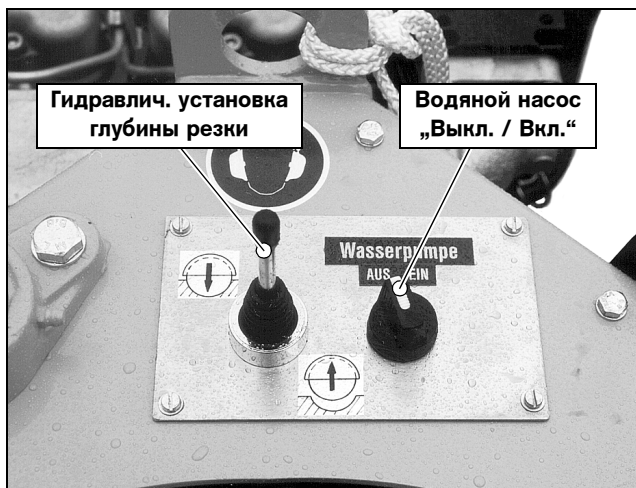

Рис. 4.6 Гидравлическая установка глубины резки и выключатель водяного насоса
- Гидравлическая установка глубины резки (Рис. 4.6)
- Электрический водяной насос (Рис. 4.6)